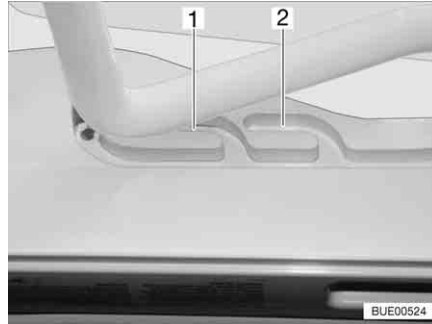
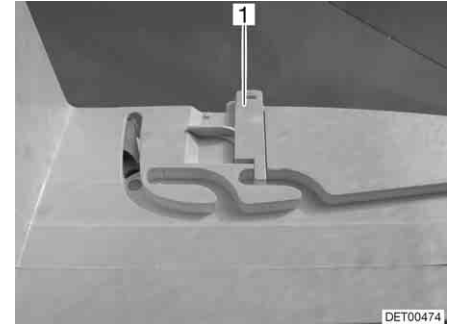

Fig. 63 Lanterneau Heki en position de ventilation
Fig. 64 Verrouillage position de ventilation
Il est possible d'amener le lanterneau Heki en deux positions de ventilation : Position pour mauvais temps (Fig. 63,1) et position intermédiaire (Fig. 63,2). Suivant le modèle, il est possible de verrouiller le lanterneau en position intermédiaire avec le verrou (Fig. 64,1).
- Pousser légèrement l'étrier vers le haut, le pousser dans la glissière choisie (Fig. 63,1 ou 2) et le verrouiller si nécessaire.